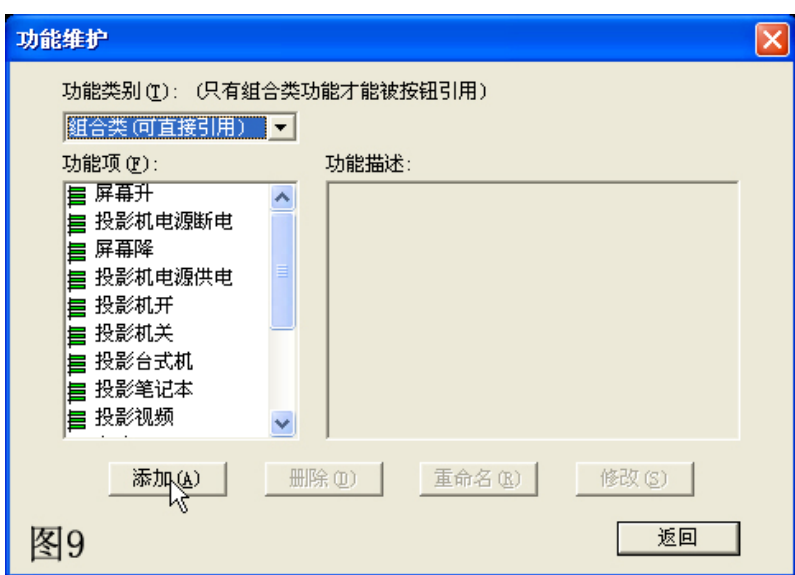

图9
- 4) 开始添加 RS232 串口指令：点击“添加”。如图 9